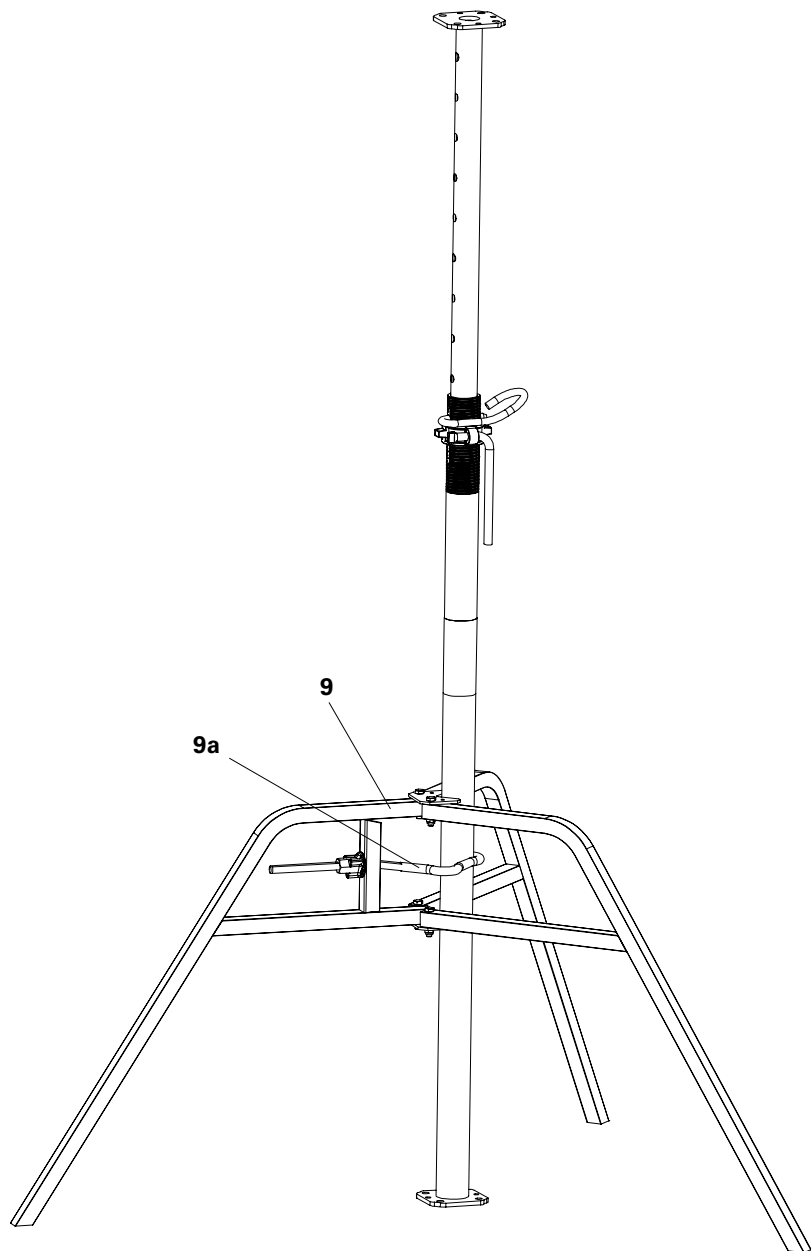

Fig. A1.04
1. Inserire il puntello preassemblato nel treppiede universale (9). (Fig. A1.04)